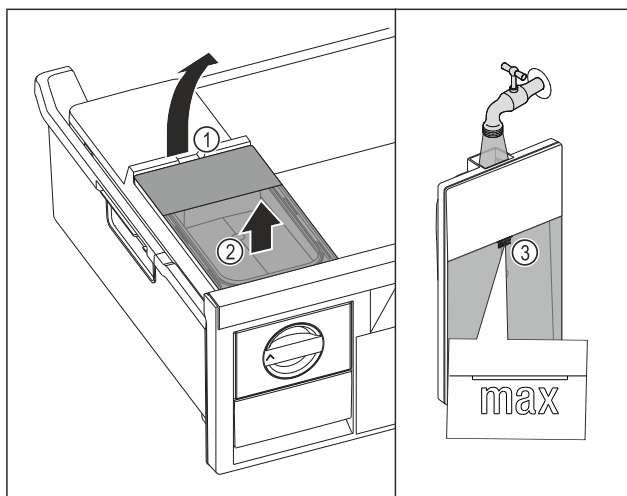

Fig. 164
- Podignite spremnik za vodu na otvoru Fig. 164 (1).
- Izvadite spremnik za vodu prema gore. Fig. 164 (2)
- Spremnik za vodu napunite pitkom vodom do oznake Fig. 164 (3).